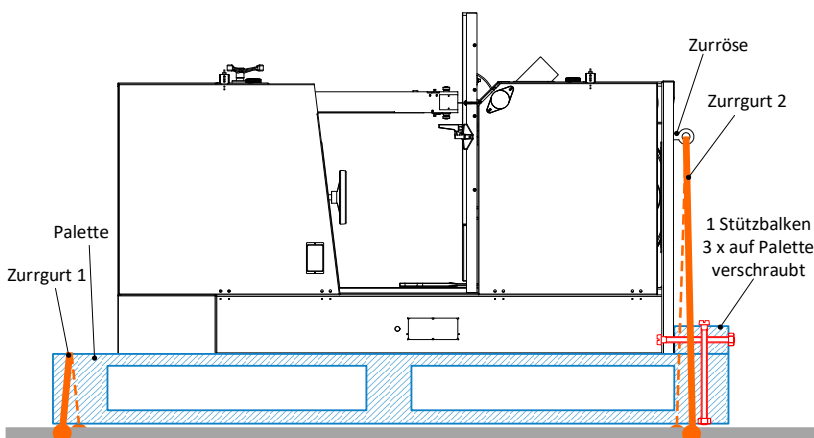

Abbildung 11: BSB 700 / 800 / 900 verzurren
- Für Zurrort 1 befindet sich unter dem Maschinensockel eine Zurröse (⇒ Abbildung 11). Mit Zurrort 2 wird die Palette direkt verzurret.